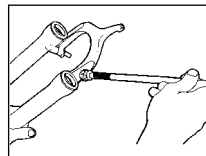

Fig. 5
- Appliquez une fine couche de Judy Butter Nouvelle Formule sur la surface des gaines supérieures et remplissez complètement la poche entre les rebords du joint Resi-wiper (fig. 5).